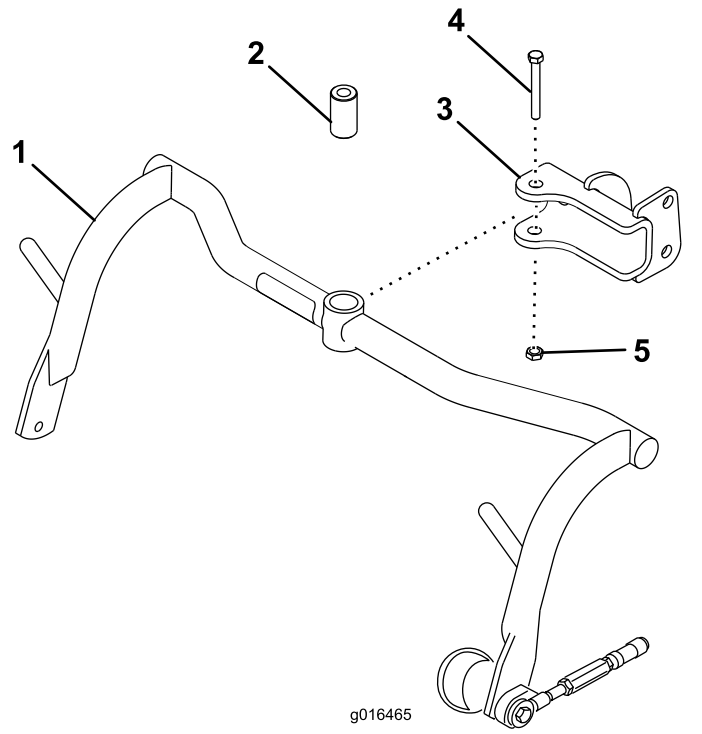

Figura 8
- Monte un conjunto de bastidor de tiro en cada horquilla con un suplemento, un perno ( $\frac{1}{2}$ " x  $3\frac{1}{4}$ ") y una contratuerca ( $\frac{1}{2}$ "); consulte la Figura 8. Apriete a entre 91 y 113 N·m.